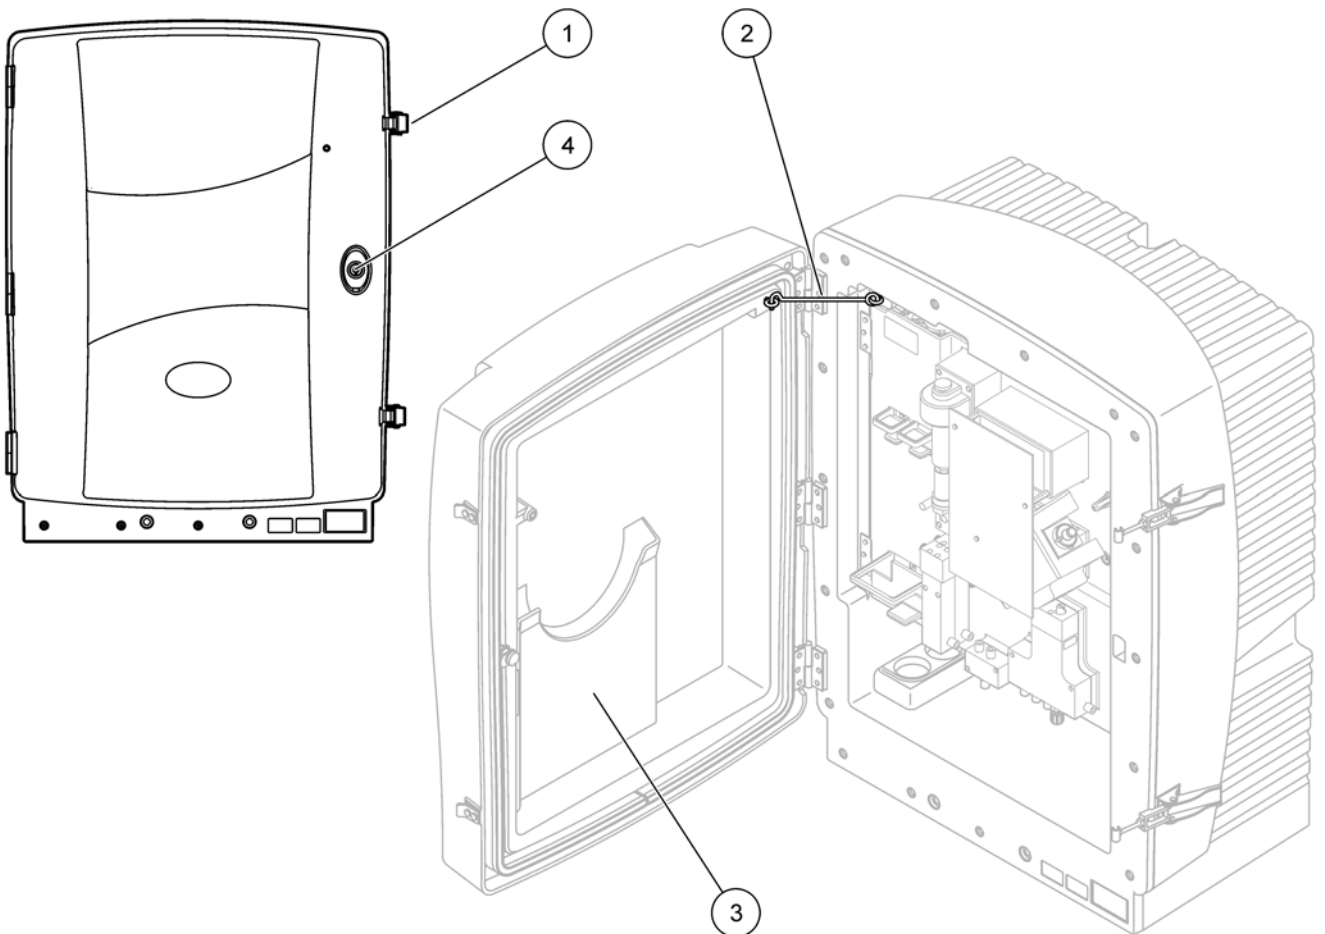
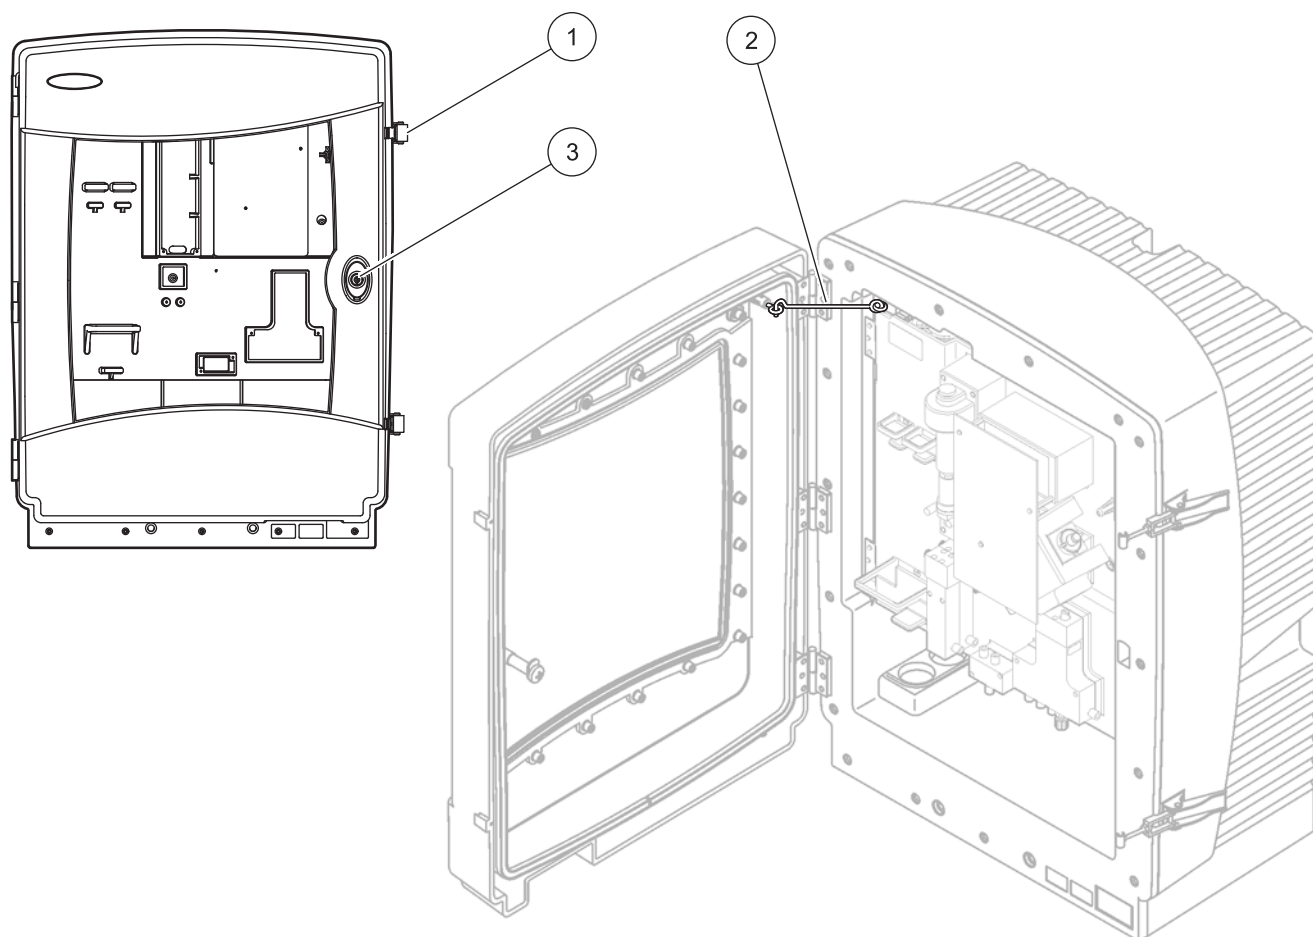

図 7 筐体を開く AMTAX sc
図8 筐体を開く AMTAX indoor sc
1. 装置をアンロックします (アイテム 4、図 7、アイテム 3、図 8)。